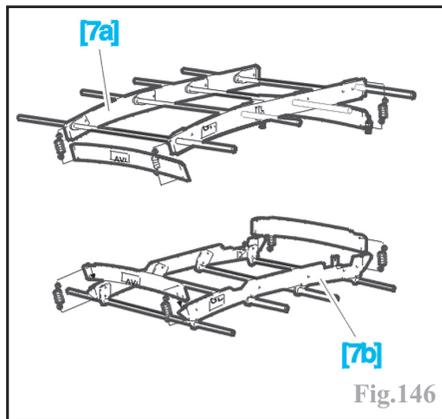

Fig.146
-[7] Outil (-).1357 pour pose pavillon multifonction assemblé (partie inférieure et partie supérieure) (Fig.146).